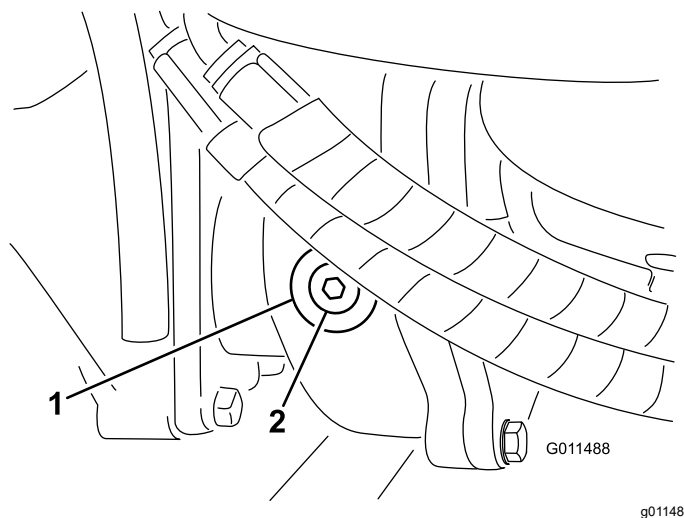

Bild 113
2. Entfernen Sie die Prüf-/Füllschraube an der linken Getriebeseite und stellen sicher, dass das Öl die Unterseite des Lochs erreicht (**Bild 113**).